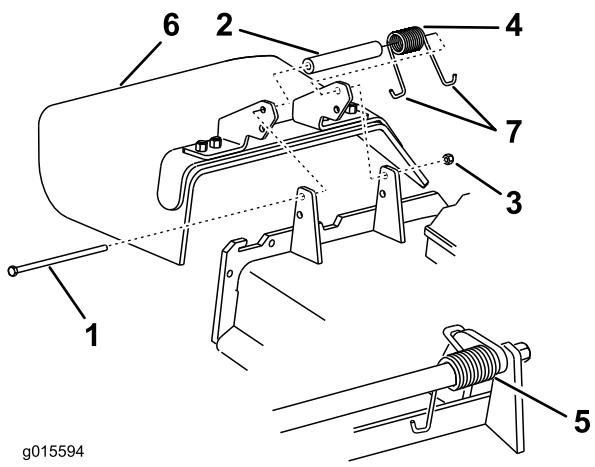

図 22
1. 側方排出用シートを刈り込みデッキに固定しているロックナット、ボルト、スペーサ、スプリングを取り外す図 22。